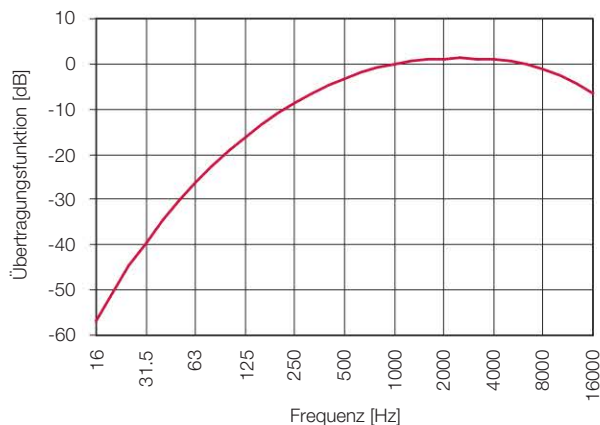

Bild 13: Frequenzgang des A-Bewertungsfilters
Der frequenzabhängige Zusammenhang zwischen Schalldruckpegel und Lautstärke-Empfindung wird messtechnisch mit Hilfe sogenannter Frequenz-Bewertungsfilter nachempfunden. Bei den tiefen und hohen Frequenzen reduzieren diese künstlich die Empfindlichkeit des Messgeräts und passen es so der Empfindlichkeit des menschlichen Ohrs an. Heute wird zur Bewertung von Geräuschmessungen in der Regel die sogenannte Bewertungskurve A (Bild 13) benutzt. Die auf diese Weise ermittelten Messwerte werden als A-Schallpegel in dB(A) angegeben.